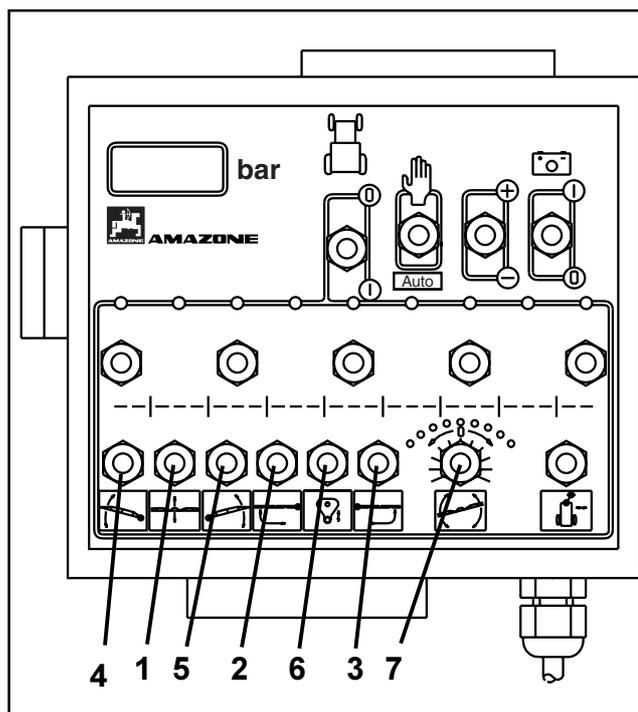

Fig. 8.28
- Maintenez les interrupteurs (fig. 8.28/4 et 8.28/5) sur la position "abaisser" jusqu'à ce que les deux faisceaux de bras de rampe soient en position basse horizontale.
Maintenez les interrupteurs (fig. 8.28/2 et 8.28/3) sur la position "déplier" tout le temps nécessaire à ce que tous les tronçons de rampe soient totalement dépliés. Les vérins hydrauliques se chargent respectivement à verrouiller la rampe en position de travail.